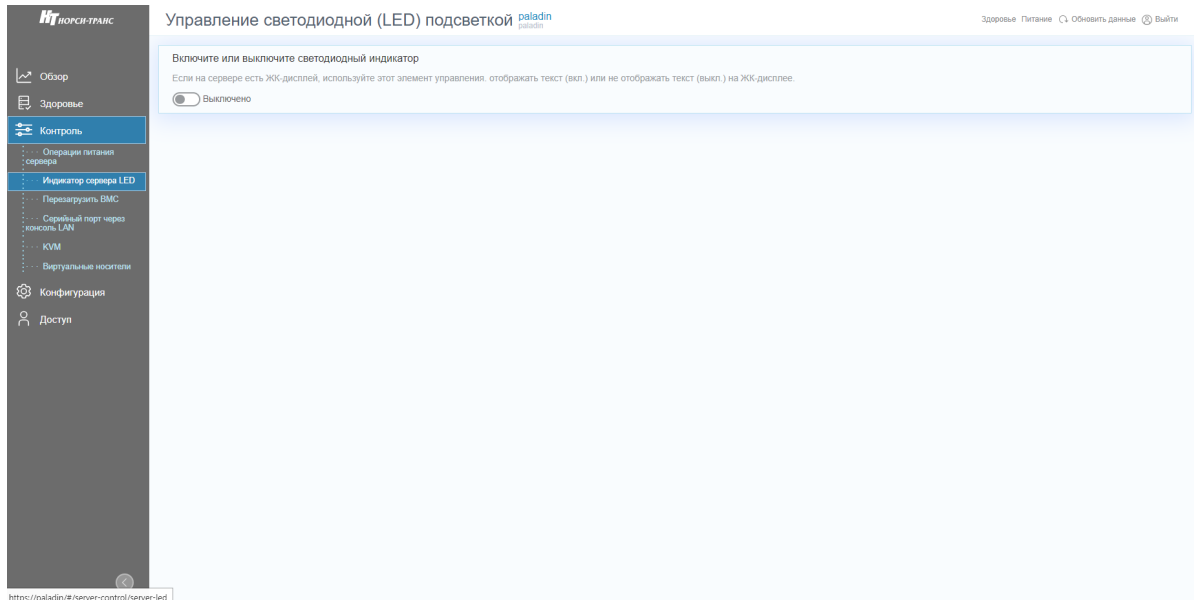

Рис. 90. Окно «Индикатор сервера LED»
- 3) Пройдите во вкладку «Контроль» → «Индикатор сервера LED» в данной вкладке осуществляется управление светодиодом идентификации сервера в серверной стойке. В поле «Включите или выключите светодиодный индикатор» установите переключатель в активное положение чтобы включить светодиод индикации сервера. Окно показано на рис. 90 Окно «Индикатор сервера LED»